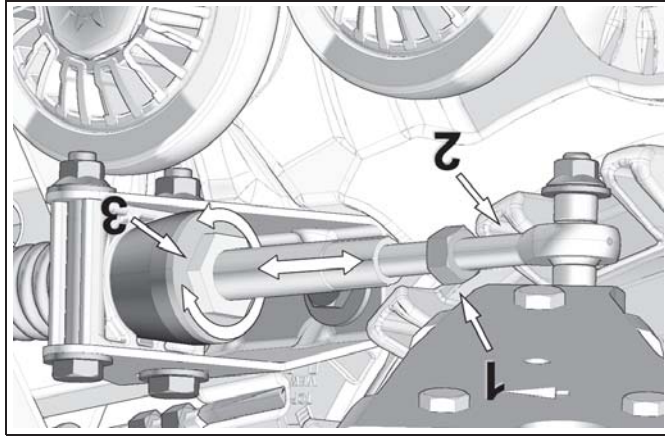

Figure 6
- Desserer le contre-écrou (1) de l'embout à rotule. Ajuster la longueur de l'embout (2) en tournant l'écrou au bras stabilisateur (3) pour obtenir un ajustement de **270 mm [10 5/8 po]** au dessus du sol. Voir la Figure 6.